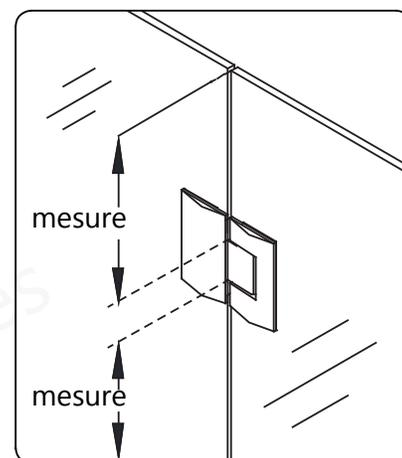

Fig 22
- en partant de la bordure du haut de la **porte vitrée (N° 01)** jusqu'au début de la partie centrale de la **charnière du haut (N° 05)**. (consultez la **Fig. 22** pour voir un exemple qui peut être utilisé pour les trois mesures)
- en partant du bas de la partie centrale de la **charnière du bas (N° 05)** jusqu'au seuil. (**Fig 22**)